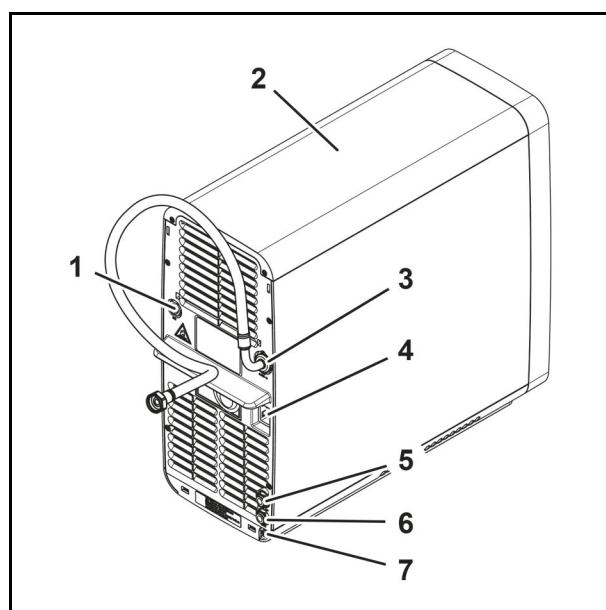

Abb. 19
2. Trennen Sie den Netzstecker vom Anschluss (Abb. 19/4) des Untertischgeräts (Abb. 19/2).
3. Trennen Sie die elektrische Leitung der Armatur vom Anschluss (Abb. 19/7) des Untertischgeräts (Abb. 19/2).
4. Trennen Sie die Kaltwasserleitung (Abb. 19/3) vom Untertischgerät (Abb. 19/2).
5. Trennen Sie die Drainageleitung (Abb. 19/6) vom Untertischgerät (Abb. 19/2).
6. Trennen Sie die Produktleitung (Abb. 19/5) vom Untertischgerät (Abb. 19/2).
7. Trennen Sie ggf. die externe CO2-Versorgung (Abb. 19/1) vom Untertischgerät (Abb. 19/2), siehe Kapitel 5.9.